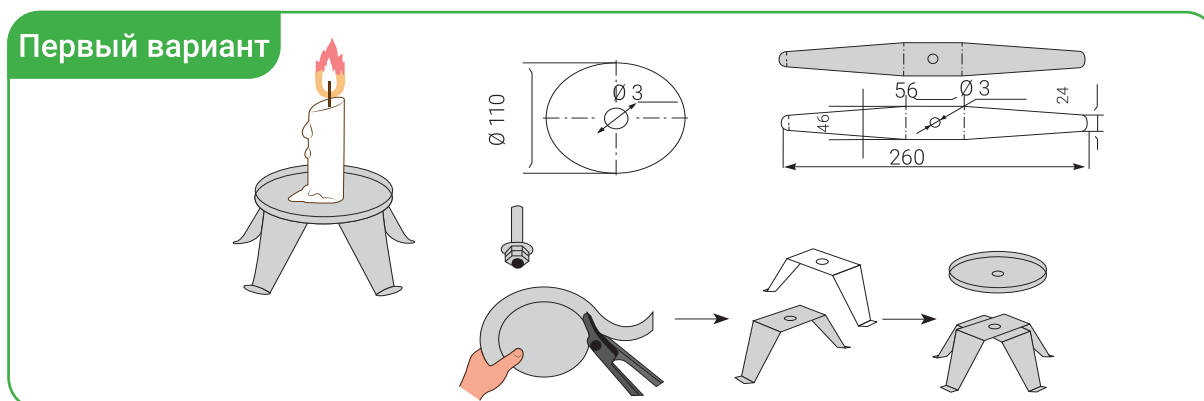

Рисунок 47. Технология изготовления подсвечника.
9. Выберите и изготовьте один из вариантов подсвечника (рис. 47–48).